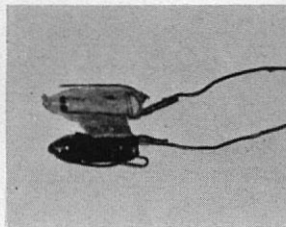

Abb. 5. Die mit einem Stückchen Pappe zusammengeklebten Birnchen-Einheiten.
2. Nach Säubern, Verkürzen und Umbiegen je eines Anschlußdrahtes klebt man mit gewöhnlichem Alleskleber die beiden Lämpchen unter Zwischenlegen eines winzigen Stückchens Pappe (3 x 2,5 mm, ca. 0,5 mm dick) zusammen (Abb. 5). Nach dem Abbinden des Klebstoffes drücken Sie das Lämpchenpaar von vorn nach hinten in die dafür vorgesehenen Schildöffnungen. Das mit dem „Drücken“ stimmt schon! Die Lämpchen müssen etwas stramm sitzen, damit die kurzen Anschlußdrähte einen sicheren Masse-Kontakt bekommen. Wer geschickte Finger hat, braucht die Lämpchen nicht unbedingt zusammenzukleben. Im Interesse einer leichteren Auswechselbarkeit genügt es, wenn man die Birnchen einsetzt und mit einer Klemm-Pinzette das Stück-